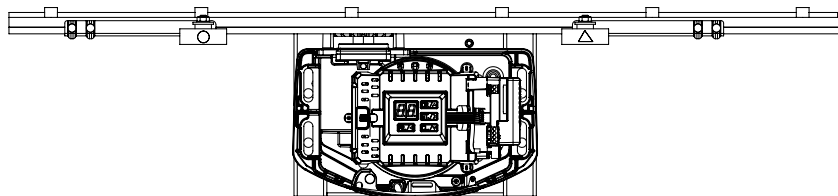
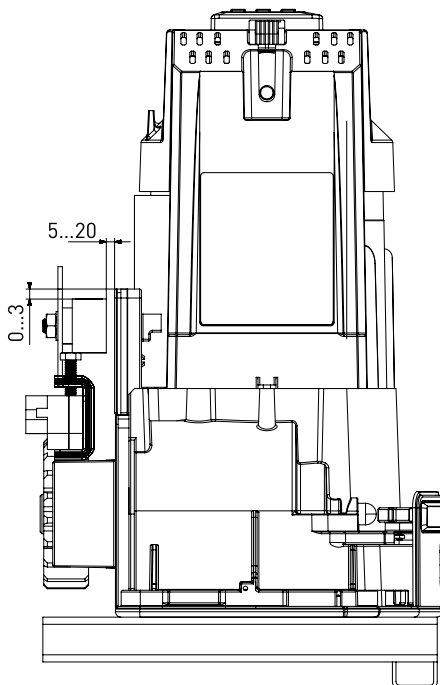

Рисунок 9
Рисунок 10
- Разместите магниты на кронштейнах таким образом, чтобы, находясь перед воротами со стороны привода, магнит с синей треугольной меткой располагался справа от привода, а с красной круглой меткой — слева (*рис. 9*). Магниты должны располагаться в горизонтальном положении на одной высоте с верхней кромкой блока выключателей привода на расстоянии 5...20 мм от рабочей плоскости блока выключателей (*рис. 10*).